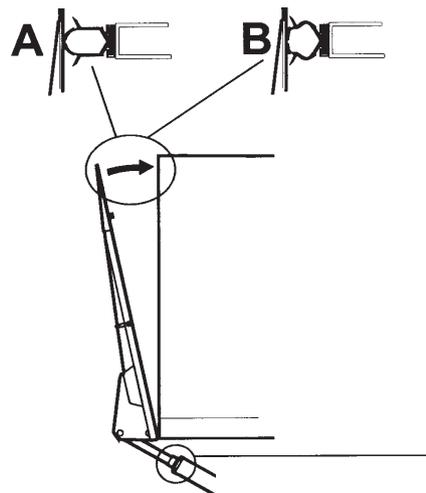

Abb.35. Einstellung der Anliegefläche am Aufbau
4. Das Einstellgewinde so drehen, dass die Ladebordwand genau auf die Dichtung des Aufbaus trifft. Abb.35.
9. Beide Zylinder abwechselnd einstellen, sodass die Bordwand am Aufbau anliegt, siehe Abb.35 (B).